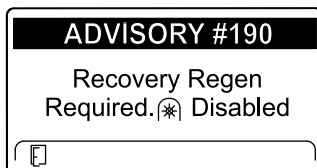

Figure 46
- ADVISORY #190 (avis n° 190), demande de régénération d'urgence – prise de force désactivée, affiché (Figure 46)